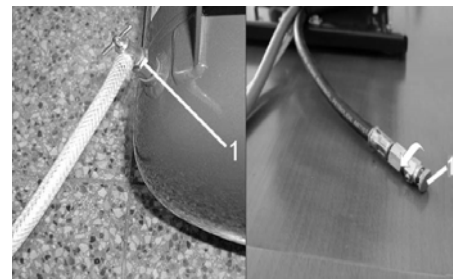

Bild.14
Kompressoren ohne Lufttrockner (Bild.14, Bild.15)
Falls der Kompressor längere Zeit nicht genutzt wird, ist es empfehlenswert, das Kondensat aus dem Druckbehälter abzulassen und den Kompressor dann für 10 Minuten mit geöffnetem Kondensatablassventil (1) (Bild.14, Bild.15) in Betrieb nehmen. Danach den Kompressor mittels des Schalters (3) auf dem Druckschalter (2) (Bild.13) ausschalten, das Ventil für den Kondensatablass schließen und das Gerät vom Stromnetz trennen.
Das Gerät vom Stromnetz trennen. Druckluft aus dem Druckbehälter durch Öffnen des Kondensatablassventils (1) (Bild.14, Bild.15) ablassen. Das Gerät entsprechend der örtlich geltenden Vorschriften entsorgen. Die Entsorgung ist gegebenenfalls einer spezialisierten Firma zu übergeben. Alle Produktteile des Gerätes haben nach Ablauf ihrer Lebensdauer keinen negativen Einfluss auf die Umwelt.